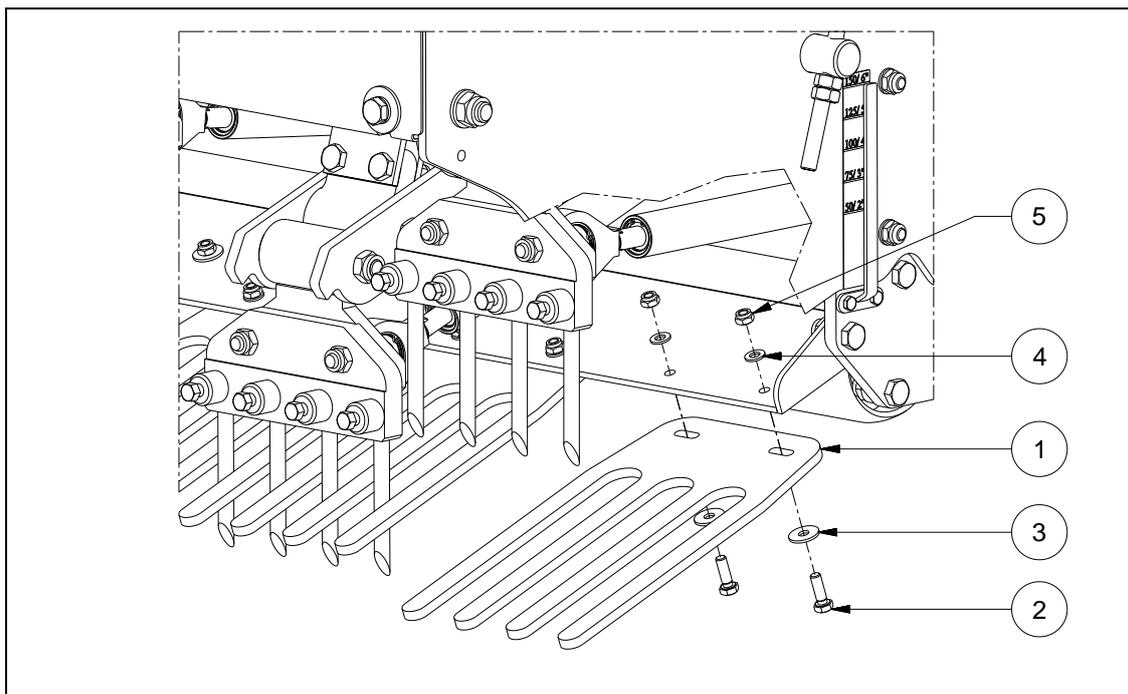

Abb. 15
**MONTAGE DES TORF-RÜCKHALTESYSTEMS** (siehe Abb. 15) :
- Das Torf-Rückhaltesystem besteht aus Fingerplatten (1). Befestigen Sie die Platten mit Bolzen (2), Unterlegscheibe (3 & 4) und Mutter (5) an der Hauptstange. Richten Sie die Platten anhand der Schlitze in den Platten an den Zinken aus.